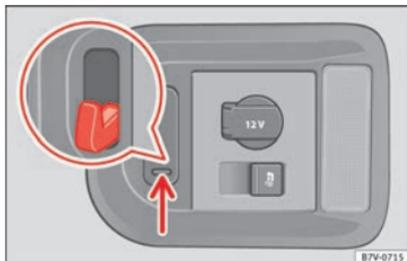

Abb. 172 Im Gepäckraum: Taschenhaken.
Im Gepäckraum rechts befindet sich ein herausklappbarer Taschenhaken » **Abb. 172**,
- Unten auf den Taschenhaken drücken » **Abb. 172** (Pfeil) und herausklappen.